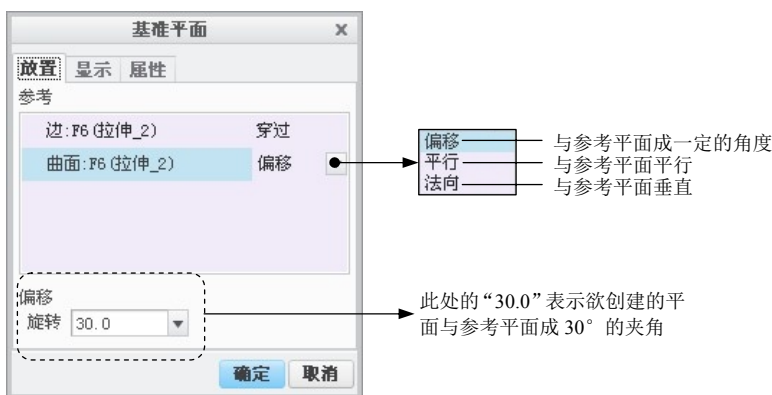

图 5.19.3 输入夹角值
(3) 给出夹角。在图 5.19.3 所示的对话框下部的文本框中输入夹角值 30.0，并按回车键。